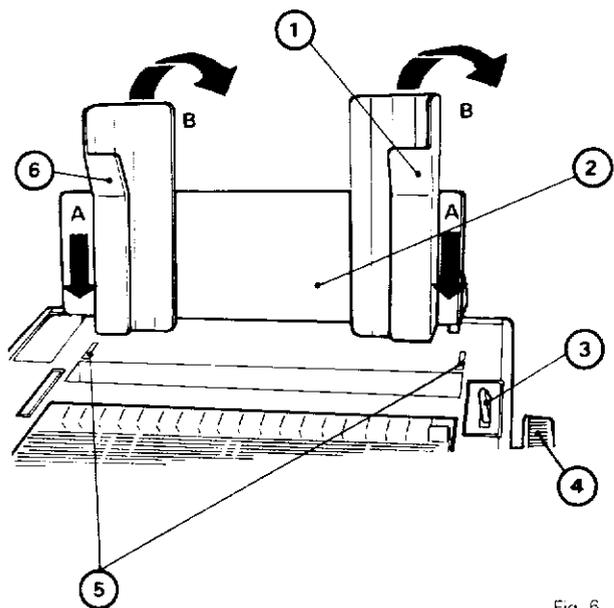

Fig. 6
- Mettre en place l'introducteur de papier (2), figure 6 :
- présenter l'introducteur de papier (2) au-dessus des fentes (5)
- Si l'imprimante n'est pas sous tension, tourner la molette (4) dans le sens des aiguilles d'une montre pour faire avancer le papier.
NOTA : a) L'introducteur de papier (2), figure 6, comporte deux guides du papier (1) et (6) dont la position peut être modifiée en les déplaçant latéralement.
b) Lorsque la feuille de papier est positionnée à l'extrême gauche de l'introducteur de papier (2), guide (6) poussé au maximum vers la gauche, l'impression commence à environ 15 mm du bord de la feuille.